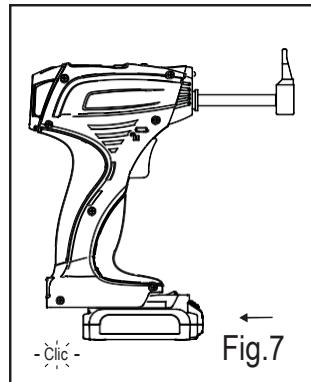

Fig. 7
31. Inserire la batteria nell'unità. Il display a LCD si accende (vedere Fig. 7)